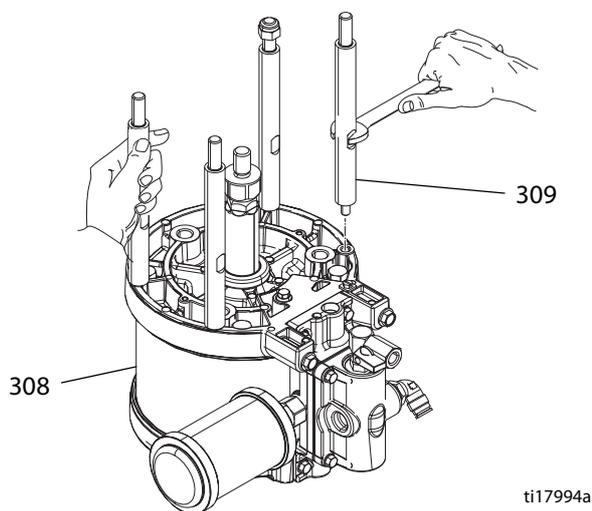

Рис. 3
- Установите соединительные тяги (309) на дно пневмодвигателя (308). См. Рис. 3.